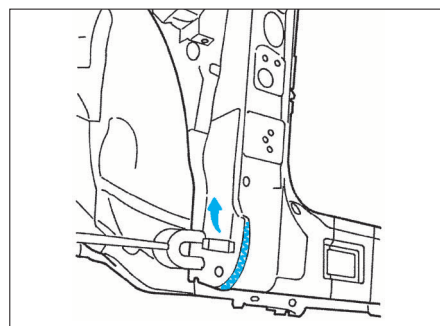

FIG. 49
- Appliquer de la colle de calage sur la fermeture de bas de caisse (Fig.49).